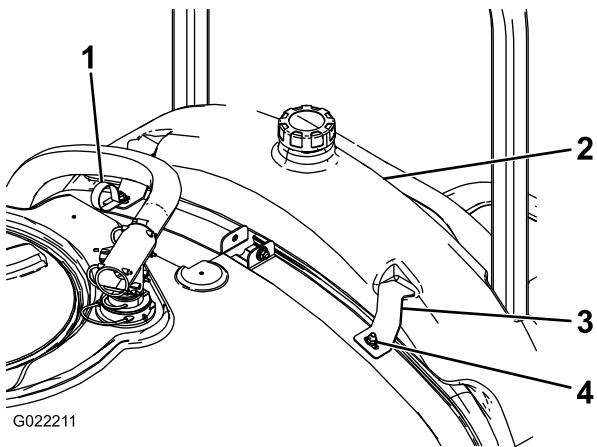

Figure 3
2. Posez le réservoir de rinçage comme montré à la Figure 3.
3. Au moyen de 2 grandes rondelles et écrous à embase, fixez les supports et le collier en R du réservoir de rinçage aux boulons de carrosserie montés précédemment (Figure 3).